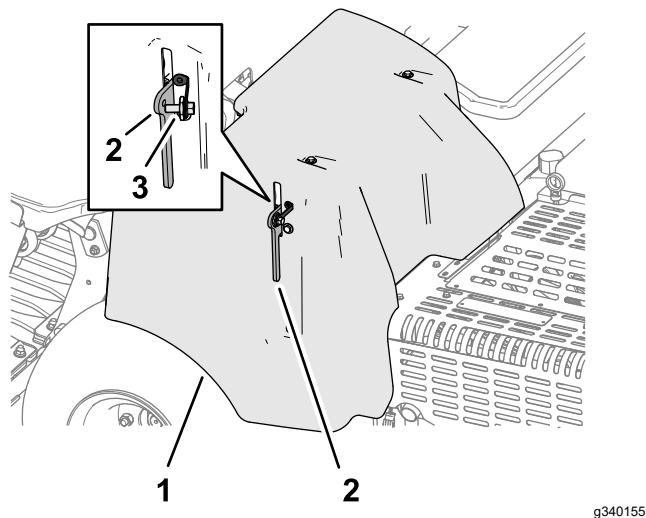

Figura 136
4. Si la máquina tiene la trabilla del cierre de la cubierta de la correa CE, enrosque el perno de la trabilla en el taladro del cierre de la cubierta y apriete el perno (Figura 136).